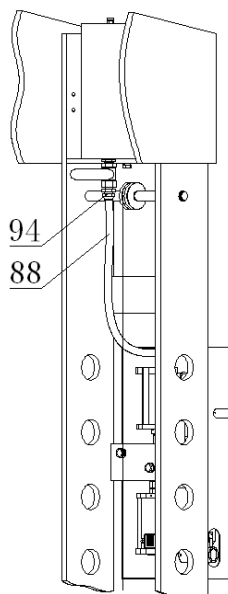

Bild 3
Verbinden Sie den Ölschlauch (88) auf den 1/2 "-Anschluss (94) (siehe Bild 3). Sobald der Ölschlauch angeschlossen ist, öffnen Sie das Öltank Ventil, um den Ölfluss zu ermöglichen und auf Dichtheit prüfen.